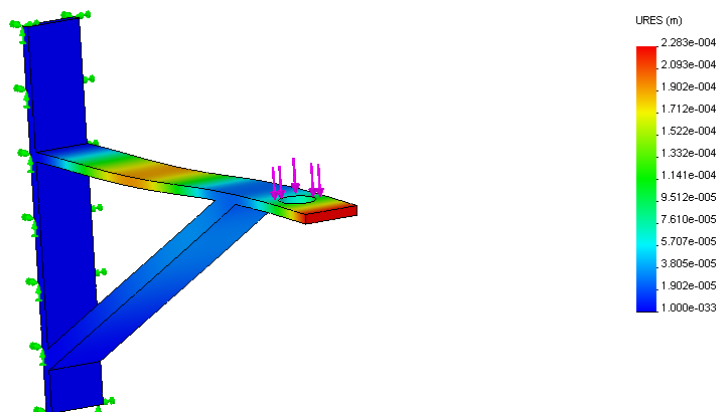

Рис. 6.5. Діаграма переміщень збірки
3. Продискретизуйте збірку та запустіть аналіз. Ви маєте отримати діаграму переміщень схожу на рис. 6.5. За замовчуванням система виставила всім деталям ГУ **Связанные (Bonded)**, а тому збірка веде себе як одне ціле.